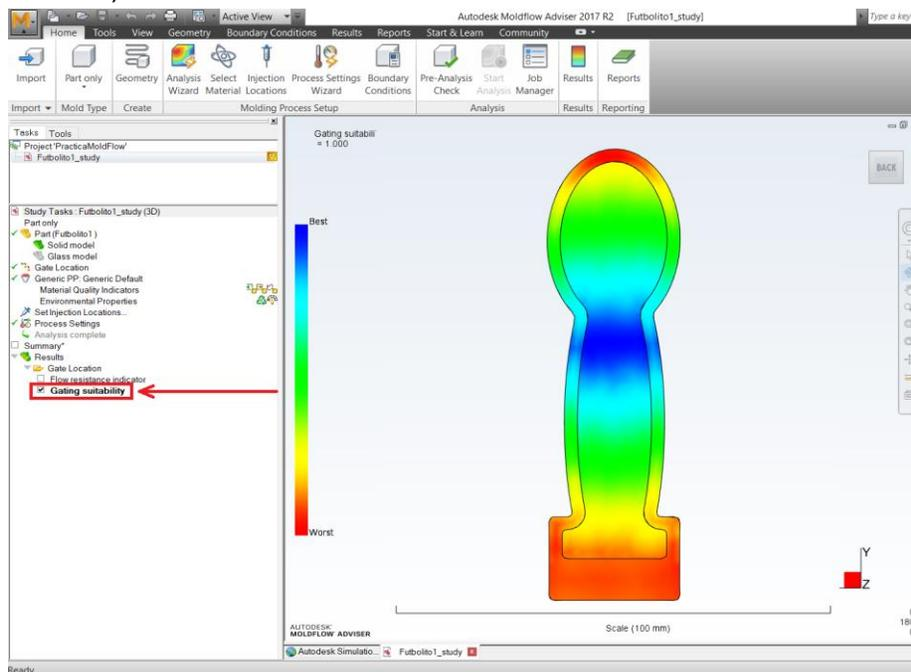

Figura 6.11 Resultado de análisis.
- Observar los resultados y determinar la mejor posición para el punto de inyección de la pieza. Esto puede observarse en la sección de **Gating suitability** (Figura 6.11).